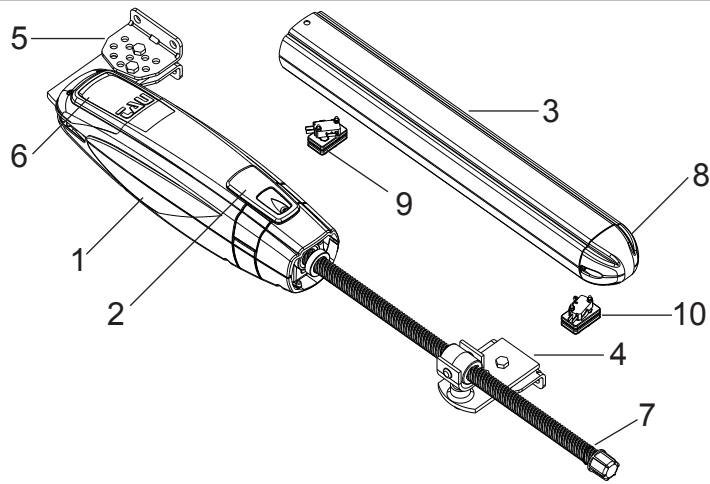
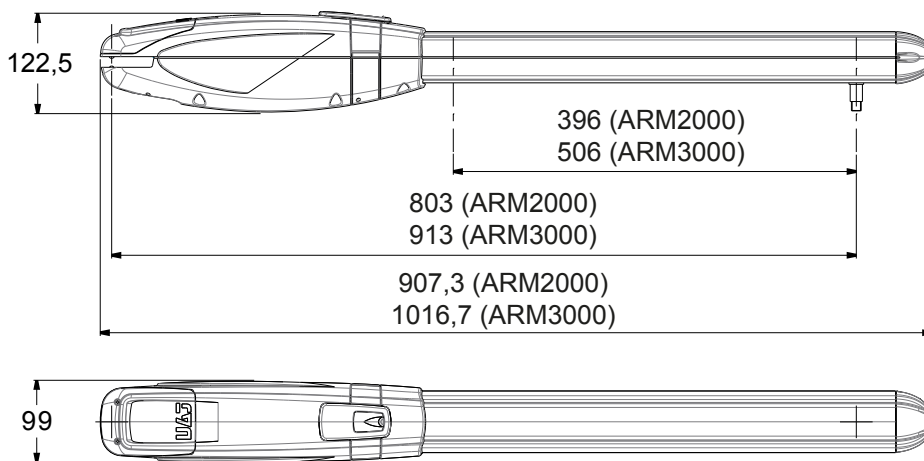

fig. 1
fig. 2
3 MANUELLE ENTRIEGELUNG Sollte die manuelle Bewegung der Automation erforderlich sein aufgrund von Stromausfall oder Betriebsstörungen des Antriebs, sind die nachfolgenden Schritte auszuführen: 1_ Mit Hilfe des Differentialschalters (auch bei Stromausfall) die Stromversorgung unterbrechen. 2_ Die Schutzhaube - Abb.1 - gleiten lassen. 3_ Den Schlüssel einstecken und um 90° drehen, Abb.2.
- 2_ Deslice el capuchón de protección, fig.1;
- 3_ Introduzca la llave y gírela 90°, fig.2.
- 2_ Deslizar a tampa protectora do mecanismo de desbloqueio, Fig. 1;
- 3_ Introduzir a chave na fechadura e rodá-la 90° no sentido anti-horário, Fig. 2.